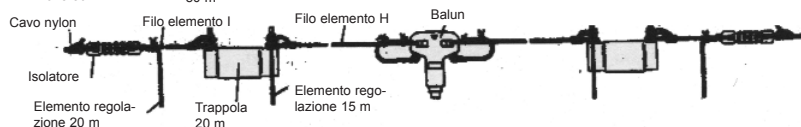

Fig. 1
- 1 Fate una spira per circa 20 cm tra l'elemento filo ed il balun, giuntate con circa 12 cm di filo (fig. 1). L'antenna W-8010 ha installato due elementi filo per lato.